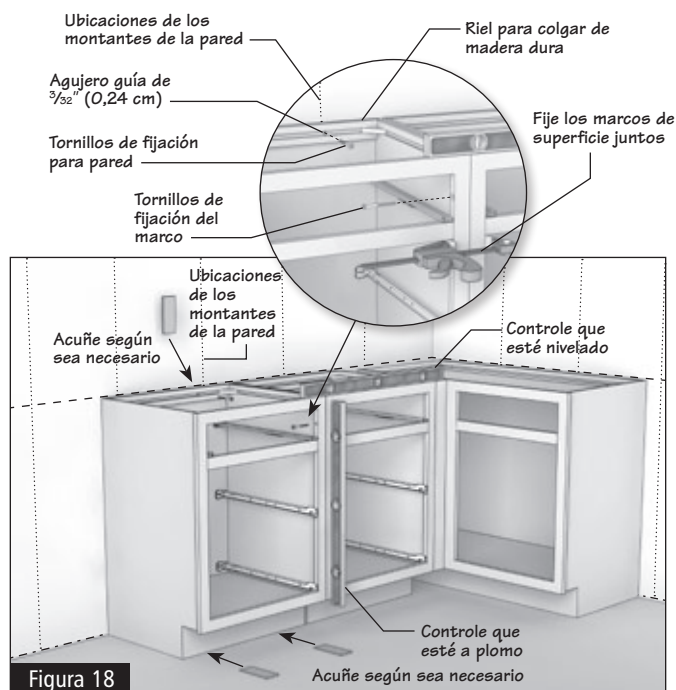

Figura 18
6.8 Continúe hasta que todos los gabinetes se encuentren en su lugar, asegurándose de que cada gabinete se encuentre en la línea de la pared, nivelado y a plomo con cada gabinete adyacente. Además, asegúrese de atornillar los gabinetes a los marcos de superficie antes de atornillarlos a la pared. (Figura 18)